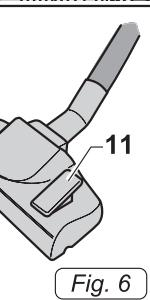

Fig. 6
- Agganciare alla prolunga (10 Fig. 6) l'accessorio voluto (bocchetta di aspirazione, spazzola a pennello, bocchetta a lancia, spazzola multiuso, ecc..)
- Per pulire pavimenti duri, parquet, ecc.. premere indietro la leva (11 Fig. 6) per estrarre le setole dalla spazzola.
- Per aspirare su tappeti, moquette, ecc.. premere in avanti la leva (11 Fig. 6) per far rientrare le setole della spazzola.